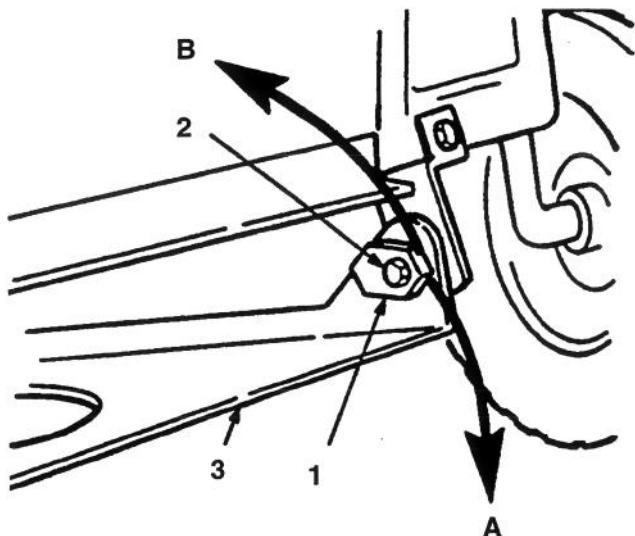

Figure 52
8. Régler l'inclinaison avant/arrière en tournant les écrous spéciaux situés de chaque côté du support de pivot de la tondeuse (Fig. 52).
9. A l'aide d'une clé de 1" (2,54 cm), visser ou dévisser doucement l'écrou spécial gauche pour relever ou abaisser l'avant de la tondeuse (Fig. 52). Tourner l'écrou spécial jusqu'à ce que l'avant de la tondeuse soit entre 6,4 mm et 15,8 mm plus